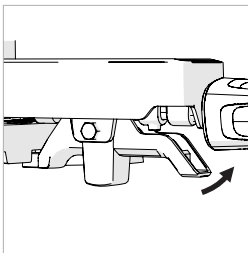

Fig. 43
- Drücken Sie den Verriegelungshebel mit Festanschlag. (**Abb. 43**)